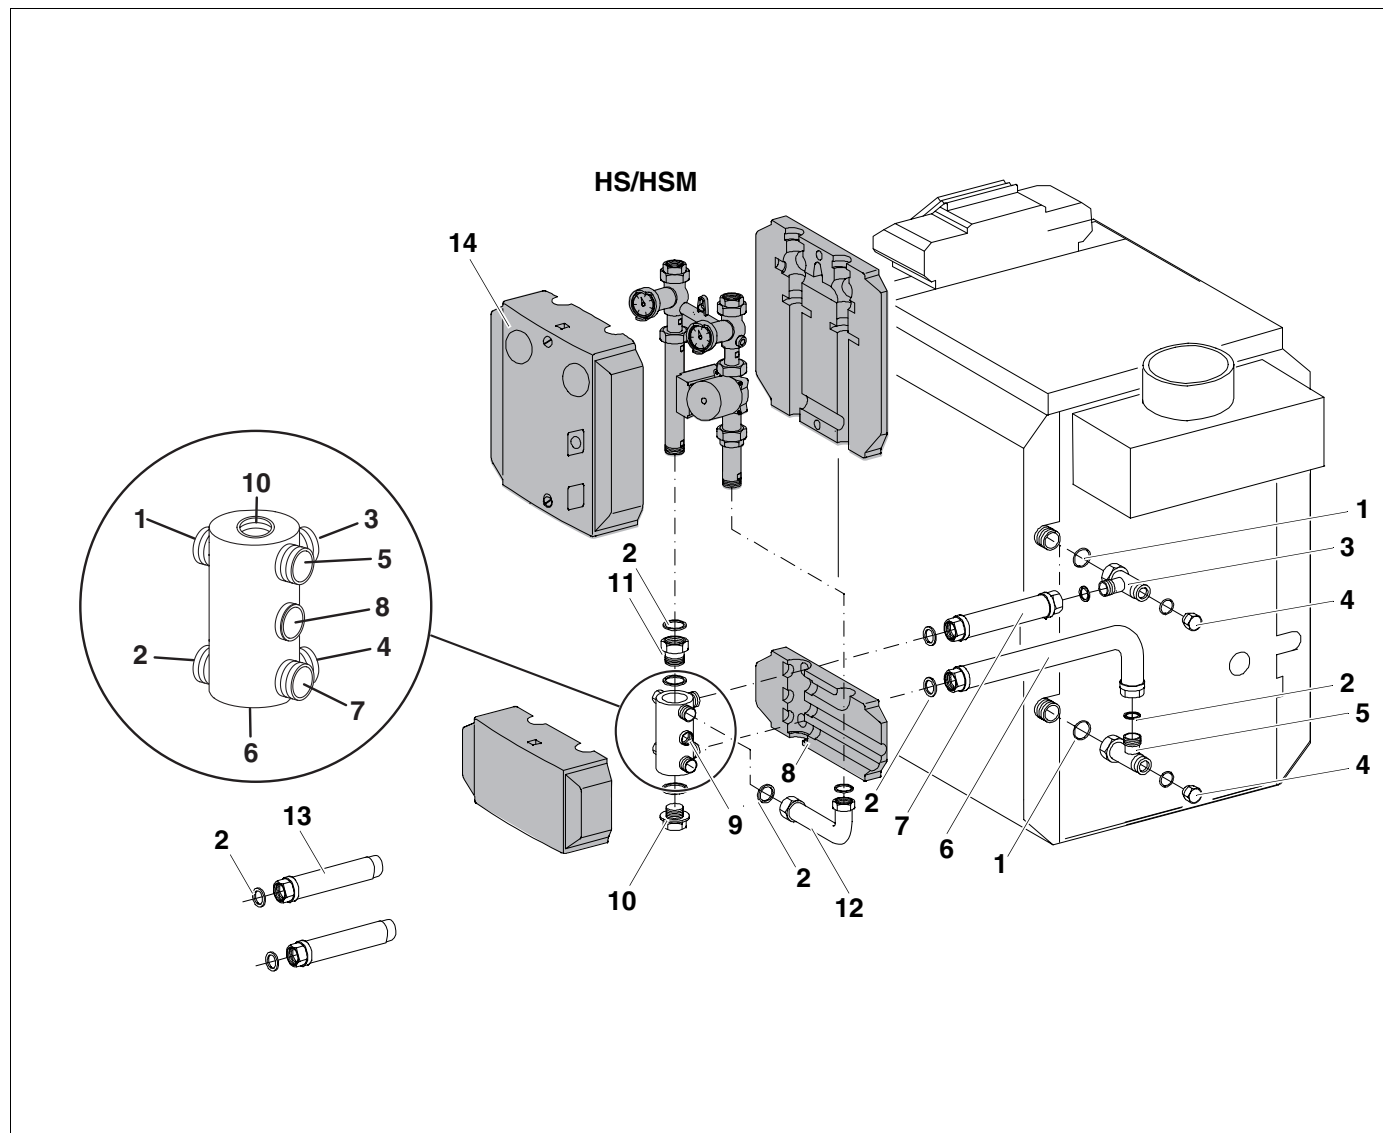

Abb. 6 Seitlich parallel Rechtsanbau
Legende zu Abb. 6
Der Multifunktionsverteiler ist nach der Nummerierung der Anschlüsse in Abb. 6 und den entsprechenden Nummern auf dem Multifunktionsverteiler anzuschließen. Alle geraden bzw. alle ungeraden Nummern gehören wasserseitig zusammen.
- Rücklaufrohr (6) auf den seitlichen Abgang des T-Stückes (5) mit Dichtung (2) am Kesselrücklauf anschrauben.
- Das Rücklaufrohr (6) in der Waagerechten ausrichten, Überwurfmutter zwischen T-Stück (5) und Rohrstützen des Kesselrücklaufes anziehen.
- Bei 2 Gld. (9 kW) und 3 Gld. (13/16 kW) - Kesseln sind die Verlängerungsstücke (13) auf das Vor- und Rücklaufrohr aufzuschrauben.
- Wärmedämmschale (8) ausschneiden und auf das Vor- und Rücklaufrohr schieben.
- Multifunktionsverteiler (9) mit dem Abgang Nr. 3 an das Vorlaufrohr (7) anschrauben.
- Multifunktionsverteiler (9) mit dem Abgang Nr. 4 an das Rücklaufrohr (6) anschrauben.
- Das Adapterstück (11) mit O-Ring von oben in den Abgang Nr. 10 des Multifunktionsverteilers (9) drehen.
- Dichtung (2) in die Winkelverschraubung (12) einlegen und die Winkelverschraubung (12) mit dem langen Schenkel auf den Abgang Nr. 5 des Multifunktionsverteilers (9) aufschrauben. Der Abgang der Winkelverschraubung (12) muss nach oben stehen.
- Dichtung (2) in das Adapterstück (11) und in die Winkelverschraubung (12) einlegen.
- Heizkreis-Set mit (HSM) oder ohne Mischer (HS) entsprechend Abb. 6 aufschrauben.
- Stopfen (10) mit aufgelegtem O-Ring in den Abgang Nr. 6 des Multifunktionsverteilers (9) eindrehen.
- Alle Verschraubungen auf Dichtheit prüfen und Wärmedämmschalen (14) montieren.